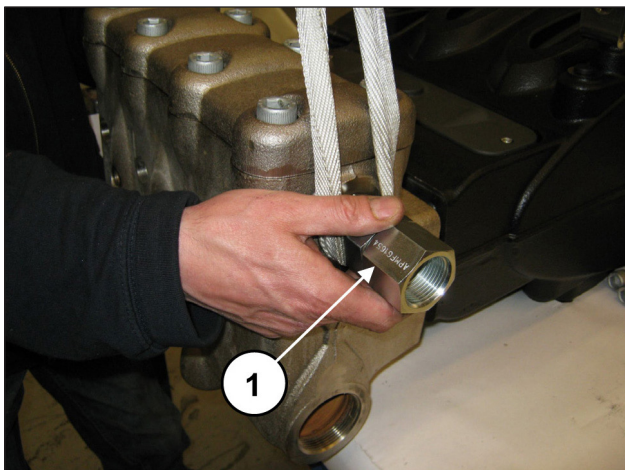

Fig. 112
Durant le démontage de la tête hydraulique, veiller à ne pas heurter les pistons (rep. ①, Fig. 112).